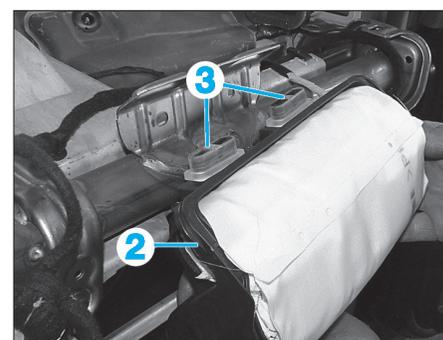

Fig. 8
- Déplacer et abaisser le module d'airbag (2) en défaisant ses attaches (3) (Fig.8).